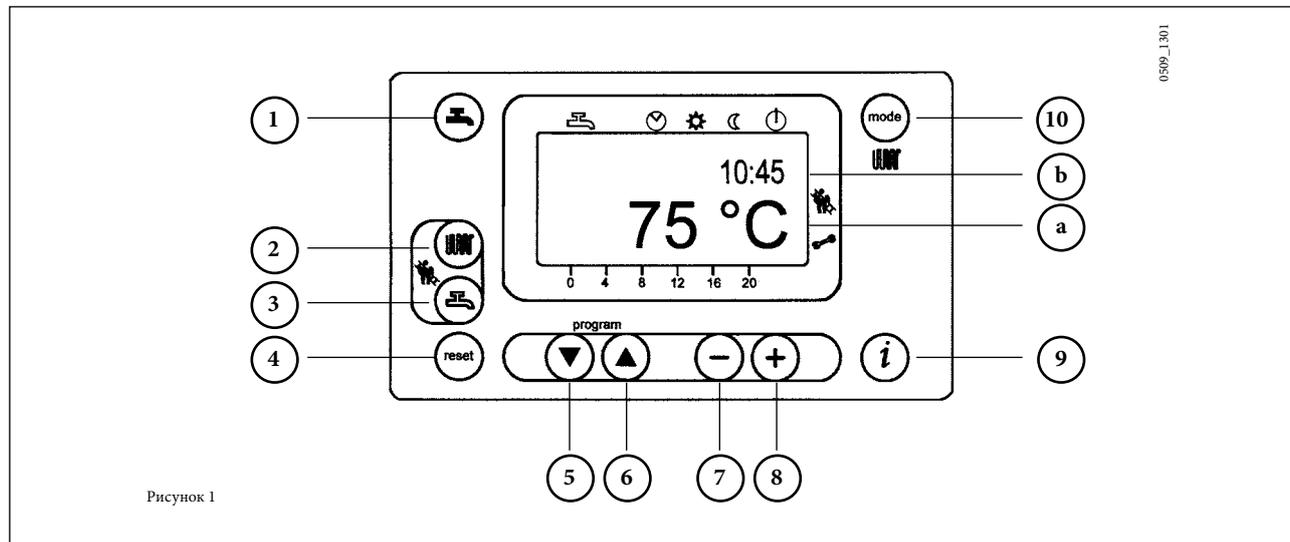

Рисунок 1
- Нажать кнопку (⊞) (поз. 2 на рис. 1) для регулировки температуры воды системы отопления;
- Нажать одну из этих двух кнопок (↶ ⊞) (поз. 1 или 10 на рис. 1) для записи заданного параметра в память и возврата к главному меню.
ПРИМЕЧАНИЕ – Если к котлу подключен внешний зонд, при помощи кнопки (⊞) (поз. 2 на рис. 1) можно смещать кривую отопления. Нажать кнопки (– +) для уменьшения или увеличения комнатной температуры обогреваемого помещения.
- Нажать кнопку (⊞) (поз. 3 на рис. 1) для регулировки максимальной температуры хозяйственной воды;
На главный дисплей (см. рис. 1 а) аварийные сигнализации выводятся вместе с символом  (см. рис. 4). Для гашения сигнализации нужно нажать кнопку восстановления  как минимум две секунды.
На вспомогательном дисплее (см. рис. 1 б) поочередно появляются аварийная сигнализация и время, оба мигающих (см. рис. 4.1). Выведенные на вспомогательный дисплей сигнализации могут быть погашены только после устранения причины, вызвавшей их.